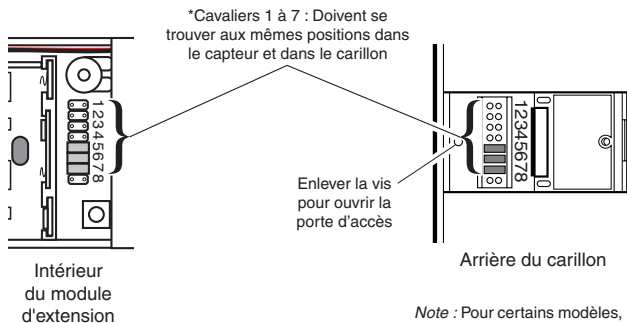

Figure 8
- Assurez-vous que les codes du module d'extension et du carillon sont identiques (voir la Figure 8).
2. Ouvrez les boîtiers, puis localisez les commutateurs ou cavaliers du module d'extension et du carillon (voir la Figure 8).